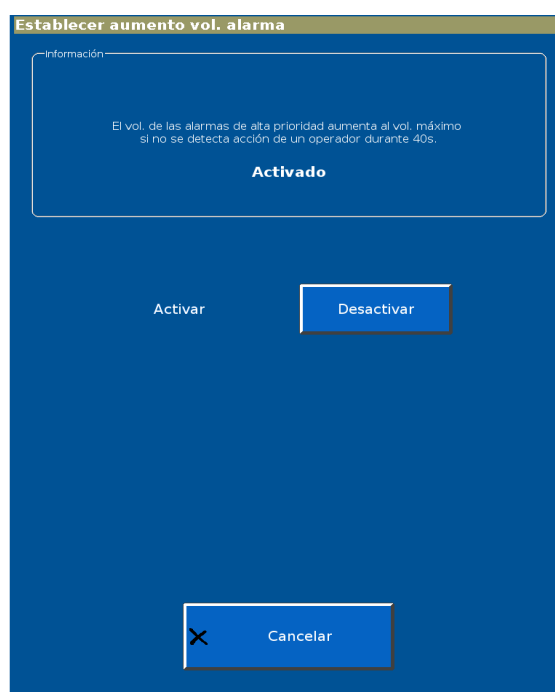

Figura E-10: Establecer aumento vol. alarma
1. Desde la pantalla **Ajustes del sistema**, seleccione **Aumento vol. alarma** para mostrar la pantalla **Establecer aumento vol. alarma** (Figura E-10).